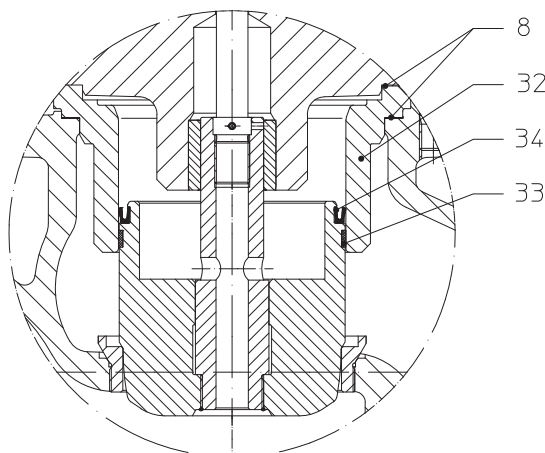

Fig. 17: Trykaflastningskegle
- Den sidste/defekte stempelpakning (pos. 34) fjernes fra noten med dertil egnet værktøj.
- Ny stempelpakning (pos. 34) monteres, vær opmærksom på at den sidder rigtig ved sammenbygning (se Fig. 17).
- O-ring (pos. 33) udskiftes.
- Indvendig side af styre-cylinderne (pos. 32) rengøres evt. afpudses med fin sandpapir.
- Udskift 2 pakninger (pos. 8).
- Fastgør med møtrikker (pos. 10) og stram dem over kors.